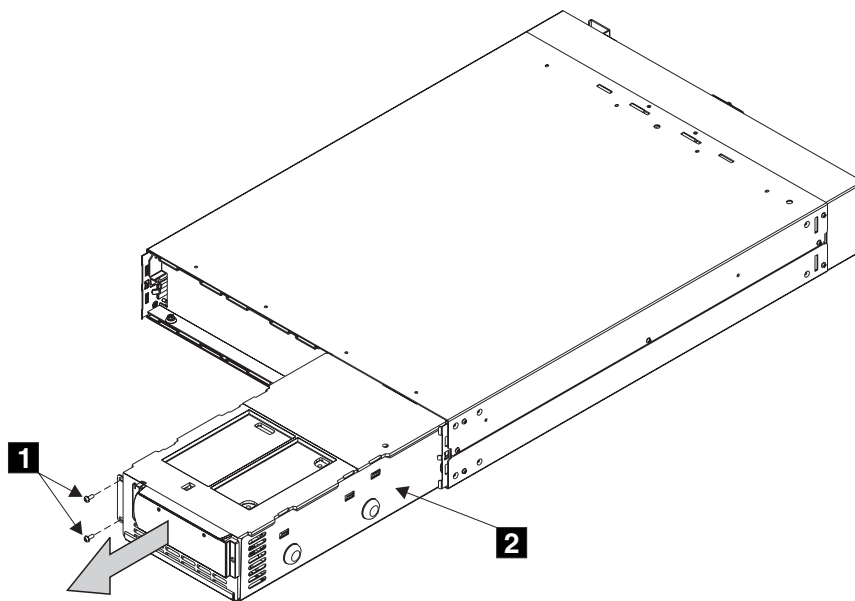

図 76. 無停電電源装置 5125 電子部品アセンブリーの取り外し
- a. 2 個のねじ **1** を取り外します (図 76 を参照)。